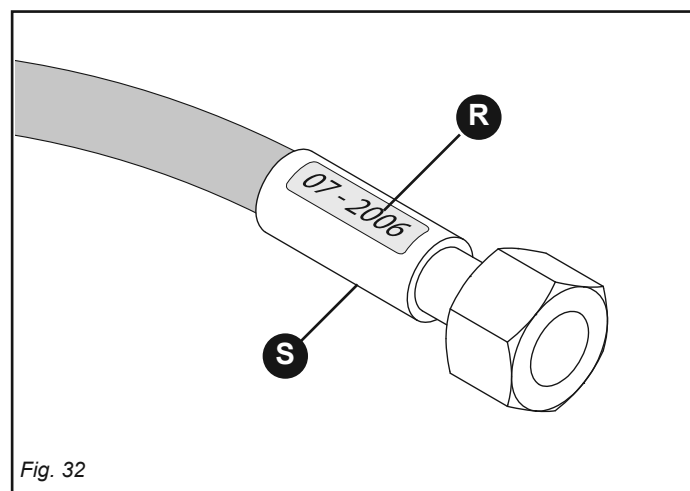

Fig. 32
- perdite in prossimità dell'armatura del tubo (S, Fig. 32);
- corrosione dell'armatura (S, Fig. 32);
- superati i 5 anni dalla produzione (R, Fig. 32).